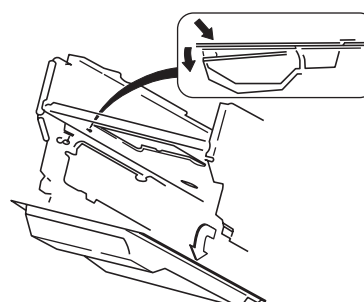

Рис. 7. Снятие нижней крышки темной камеры
10. Снимите нижнюю крышку темной камеры (рис. 7).